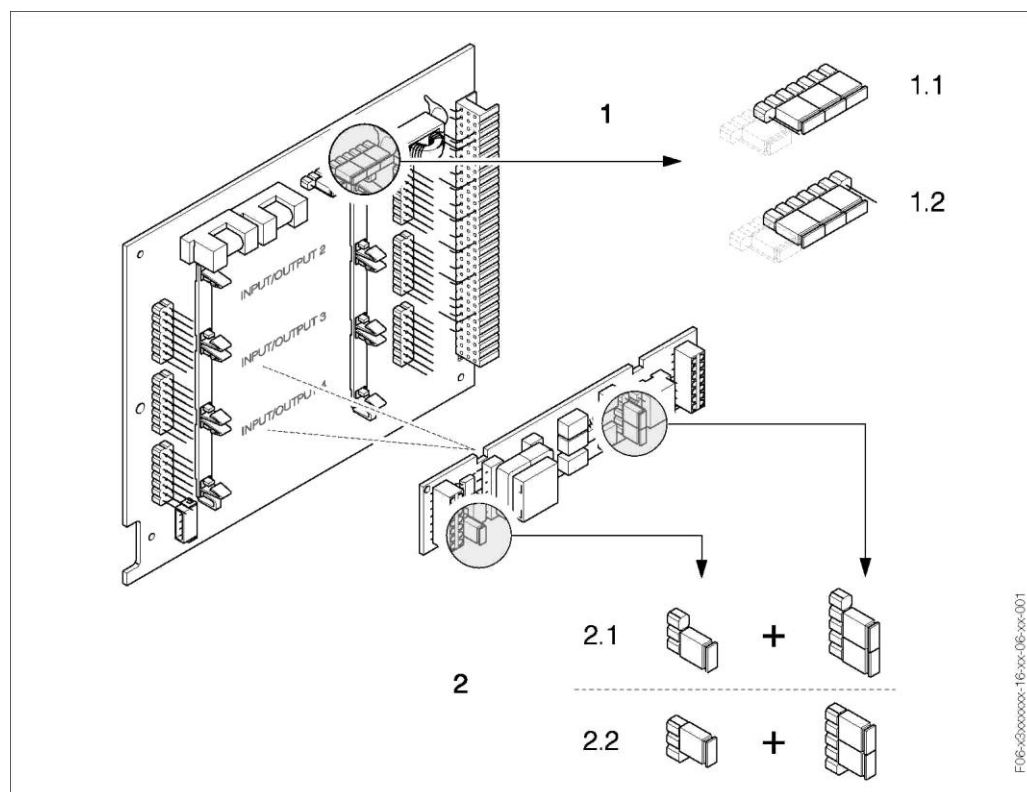

Рис. 33: Настройка токового выхода с помощью переключателей (плата ввода/вывода)
3. Установите переключатели согласно рис. 33.
- Существует риск повреждения измерительного прибора. Установите переключатели в точности так, как показано на рис. 33. При некорректной установке переключателей возможна перегрузка по току, что может привести к повреждению измерительного прибора или подключенных к нему внешних устройств.